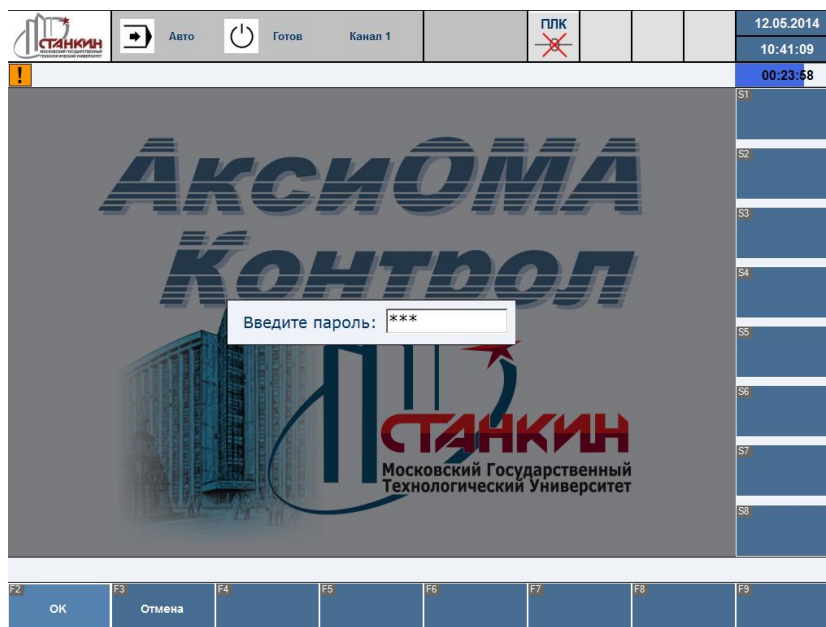

Рисунок 47 – Ввод пароля для изменения прав доступа пользователя
- нажать S1 «Ввод пароля» (для смены пароля – S3 «Смена пароля») – вызывается диалог ввода пароля (Рисунок 47):